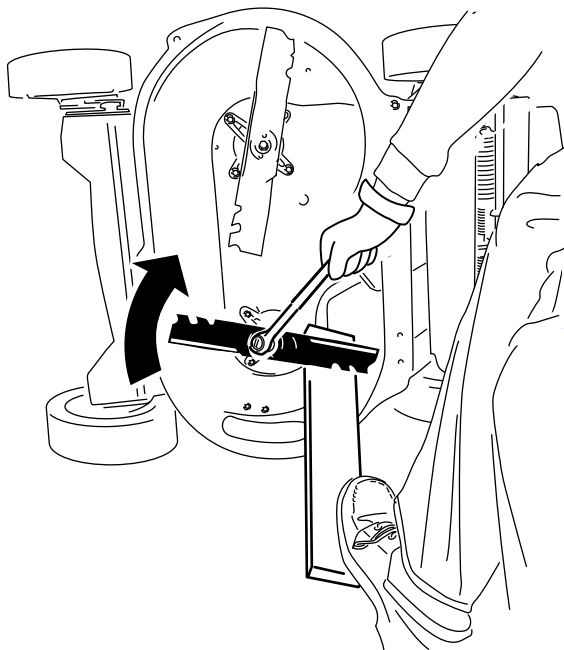

Figura 42
- Apoye cada cuchilla en un trozo de madera, y gire el perno de la cuchilla en el sentido de las agujas del reloj con una llave dinamométrica, según se muestra en Figura 42; apriete el perno de la cuchilla a 82 N·m (60 pies-libra).